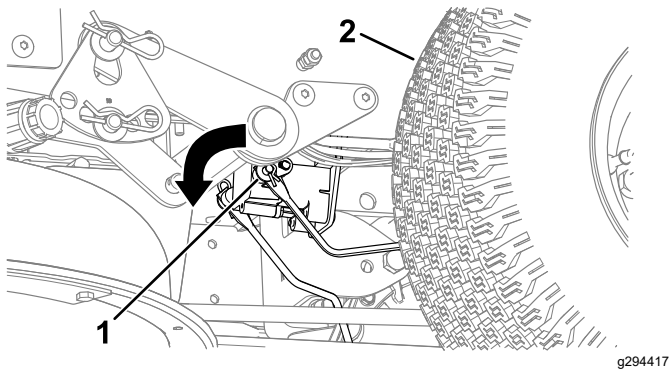

Bild 54
3. Finden Sie die Welle an der elektrischen Bremse, an der die Bremsgestängearme angeschlossen sind (Bild 54).